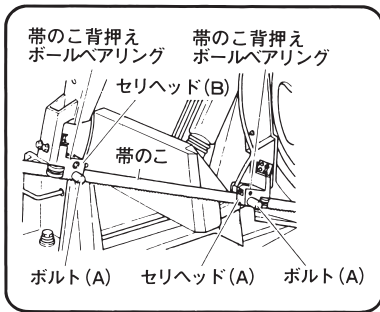

図 23
(3) セリヘッド(A), (B)部のボルト(A)を反時計方向に4～5回転ゆるめます。(図 23)
(6) 帯のこを手でねじりながらセリヘッド(A)およびセリヘッド(B)の帯のこ背押えボールベアリングに突当たるまで挿入します。(図 23)
(7) セリヘッド(A)側とセリヘッド(B)側のボルト(A)をそれぞれボルト(A)取付け面に軽く突当たるまで締付けます。(図 23)